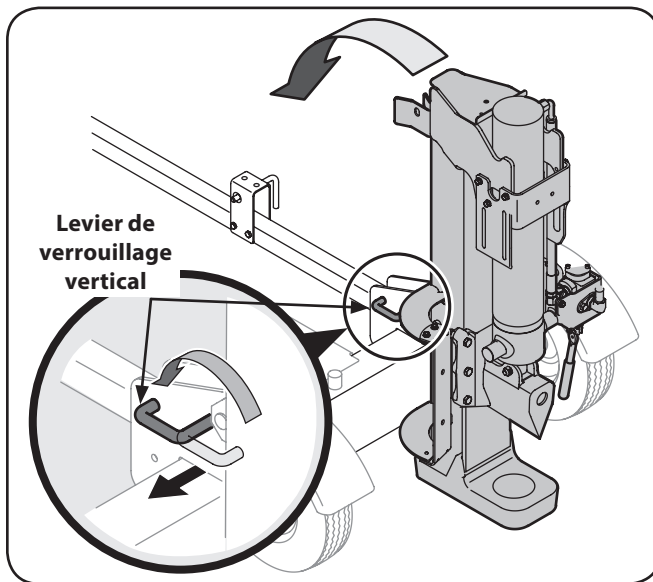

Figure 3-3
- Retirez le levier de verrouillage vertical de la poutre et tournez-le. Faites pivoter la poutre en position horizontale jusqu'à ce qu'elle s'enclenche pour éviter tout point de pincement. Voir Figure 3-3.